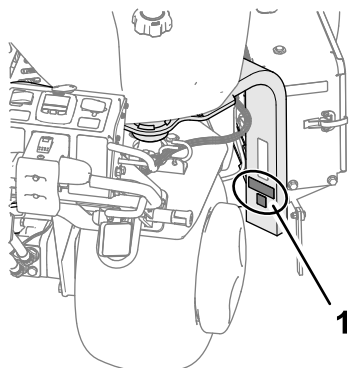

Figura 19
2. Pulite lo stelo della forcella con dell'alcool come mostrato nella Figura 19 e lasciate asciugare la superficie.
3. Applicate l'adesivo CE e l'adesivo dell'anno di produzione allo stelo della forcella (Figura 19).